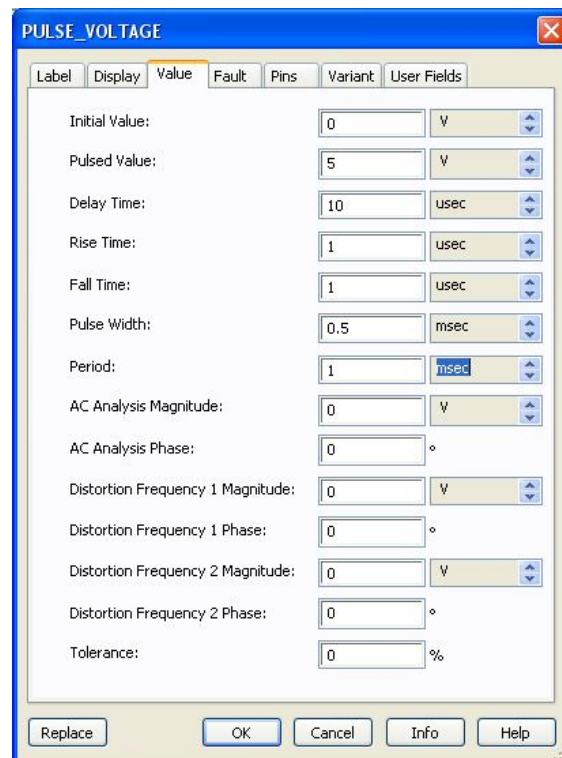

рис. 6.4.3
3.1. Собрать схему ждущего мультивибратора (рис 6.4.4) и установить значения элементов, полученные в ходе предварительного расчета. Включить источник прямоугольных импульсов (Компонент PULSE_VOLTAGE из Group: Sources, Family: SIGNAL_VOLTAGE_SOURCES). Установить параметры источника: (рис. 6.4.3).